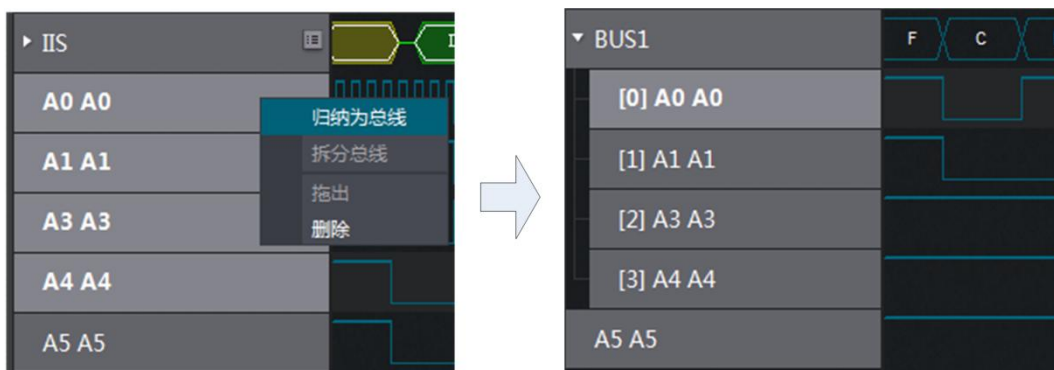

图 3.15 归纳为总线前后效果
- 归纳为总线：将多条独立的总线合并为一条。如图 3.15 所示，按住 CTRL 键，点击鼠标左键依次选择 A0、A1、A3、A4，右键弹出快捷菜单，选择“归纳为总线”，执行后效果如图 3.15 右图所示。